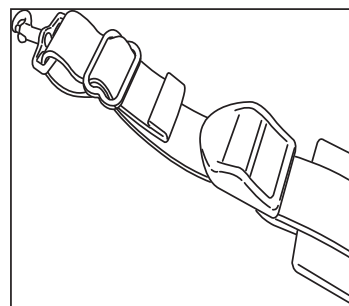

Figure 6.
7. Installez la pince d'ajustement du côté libre d'une des deux bandoulières. Installez la pince de la pompe du côté libre de la bandoulière puis acheminez la sangle pour la ramener dans la pince d'ajustement. **Voir la figure 6.** Ajustez toutes les sangles, au besoin.